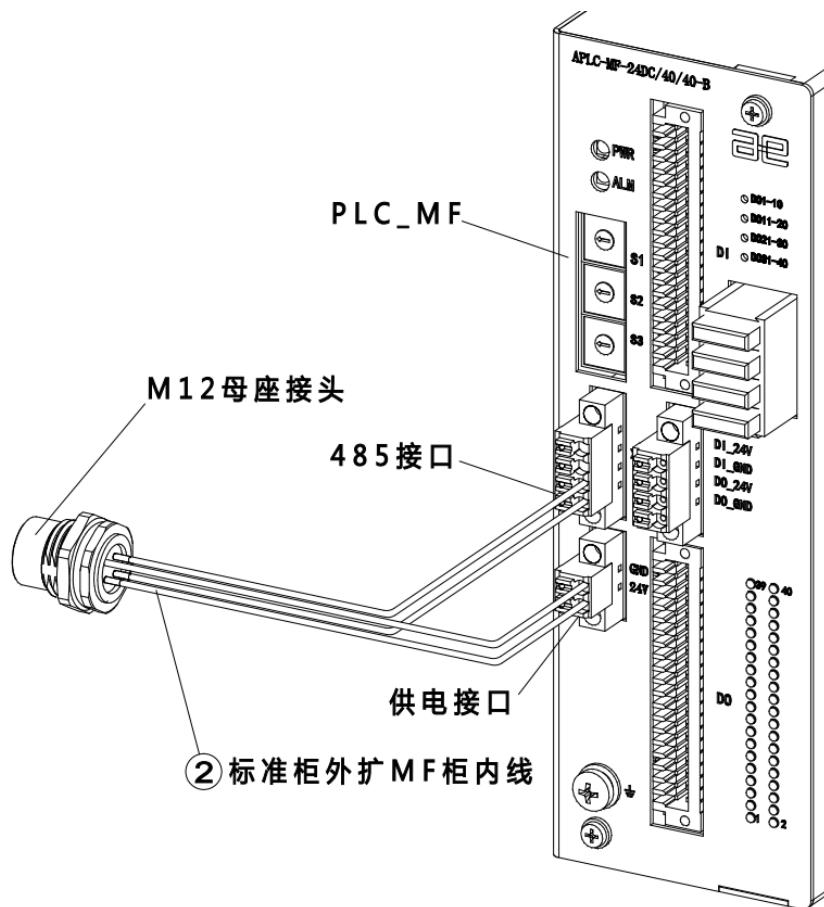

图 20-9 连接外扩 MF 示意图
步骤3. 将 ② 标准柜外扩 MF 柜内线的散线端根据图纸分别接在 PLC_MF 的电源接口和 485 接口上，合理排布柜内线缆，参考图 20-9。